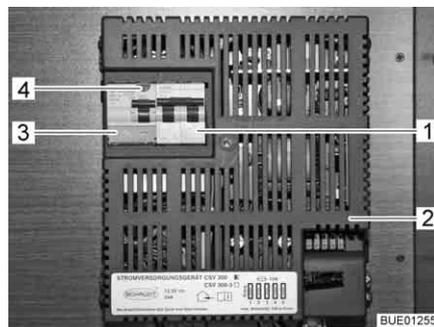

Bild 130 230-V-Sicherungsautomat und FI-Schalter (CSV 300)
Ein Fehlerstrom-Schutzschalter (FI-Schalter) (Bild 130,3) im Stromversorgungsgerät CSV 300 (Bild 130,2) sichert das gesamte Fahrzeug gegen Fehlerstrom (0,03 A) ab.
Ein nachgeschalteter zweipoliger Leitungsschutzschalter (Bild 130,1) im Stromversorgungsgerät sichert das 230-V-Bordnetz ab.
- Wenn das Fahrzeug an die 230-V-Versorgung angeschlossen ist, die Prüftaste (Bild 130,4) drücken. Der Fehlerstrom-Schutzschalter (FI-Schalter) muss auslösen.